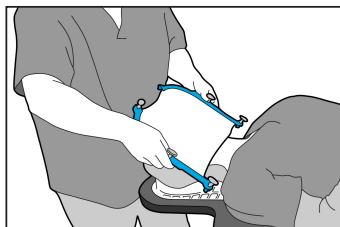

Fig. 2
4. Begynn med å hekte kanten på termoplasten under pasientens hake med termoplasten skråstilt opp i en vinkel på 45° mot pasientens ansikt. (Fig. 2)